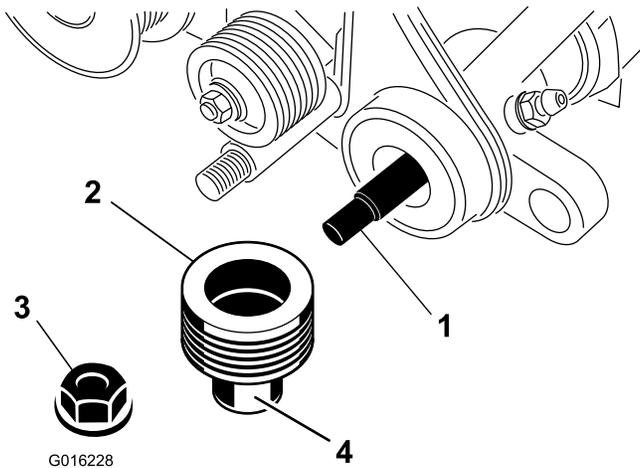

Figura 9
17. Aplique grasa a la superficie de la junta de la polea arrastrada, según se muestra en Figura 9.
18. Coloque la polea en el eje del groomer (Figura 9).
19. Sujete la polea al eje con una tuerca con arandela prensada, y apriete a 23–28 N·m (Figura 9).
20. Aplique grasa a la junta de la placa de apoyo izquierda y al extremo del eje del groomer (Figura 9).